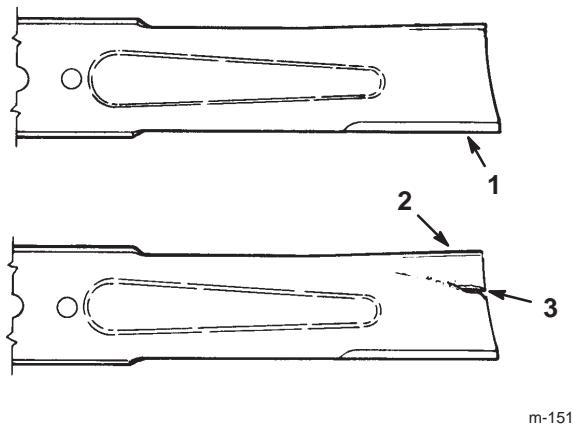

Figure 21
1. Inspecter les arêtes de coupe (Fig 21). Si elles ne sont pas tranchantes ou si elles présentent des traces de coups, déposer les lames et les aiguiser, voir Aiguisez des lames, page 44.
2. Inspecter les lames, surtout à l'endroit de l'incurvation (Fig. 21). Si une lame semble endommagée ou usée ou s'il y forme une entaille (Fig. 21, no 3), la remplacer immédiatement.